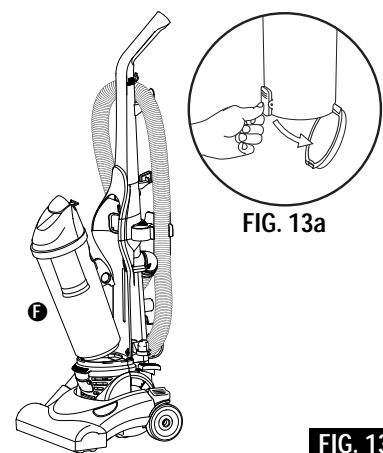

FIG. 13
**Step 4: Easy to Empty Dust Cup.** Lift up the latch and pull out to release the dust cup (F) from the housing. Press the button as shown in 13a to empty the dust from the bottom of the cup (FIG. 13 - Some Models Only).
**Paso 4: Recipiente para polvo fácil de vaciar.** Tire del gancho hacia arriba y hacia afuera para liberar el depósito para el polvo (F) del alojamiento. Pulse el botón como se muestra en 13a para vaciar el polvo del fondo del recipiente (FIG. 13 - sólo algunos modelos).